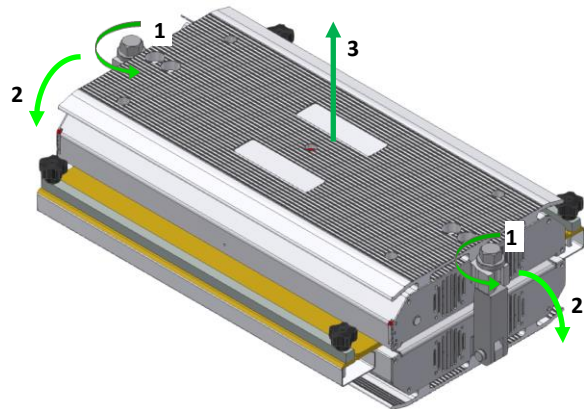

Fig. 8-1 – Apertura Pressa
- Con la chiave a cricchetto in dotazione, allentare i dadi di chiusura pressa, uno per lato (rif. 1, Fig. 8-1);
- Togliere dalla sede i perni (rif. 2, Fig. 8-1);
- Sollevare la piastra superiore della pressa (rif. 3, Fig. 8-1);